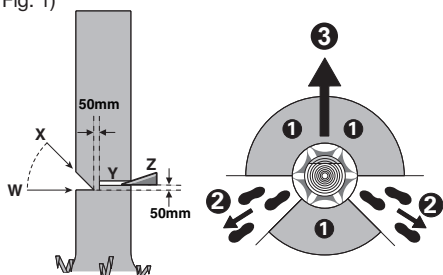

Figura 1
Antes de talar el árbol deberá planificarse y despejarse, si procede, la trayectoria de escape. Dicha vía de escape debe ir diagonalmente en dirección opuesta a la dirección de caída prevista, tal como puede verse en la Figura 1.
Realice un corte de 1/3 del diámetro del árbol en sentido perpendicular a la dirección de caída, tal como se muestra en la figura 1. Realice primero el corte inferior horizontal (W). Con ello se evita que la cadena de sierra o la espada se atasquen al efectuar el corte inclinado de la cuña (X).
Realice el corte de talado (Y), como mínimo, 50 mm más alto que el corte de muesca, tal como puede verse en la figura 1. Sierra el corte de talado paralelamente al corte inferior horizontal de la cuña.